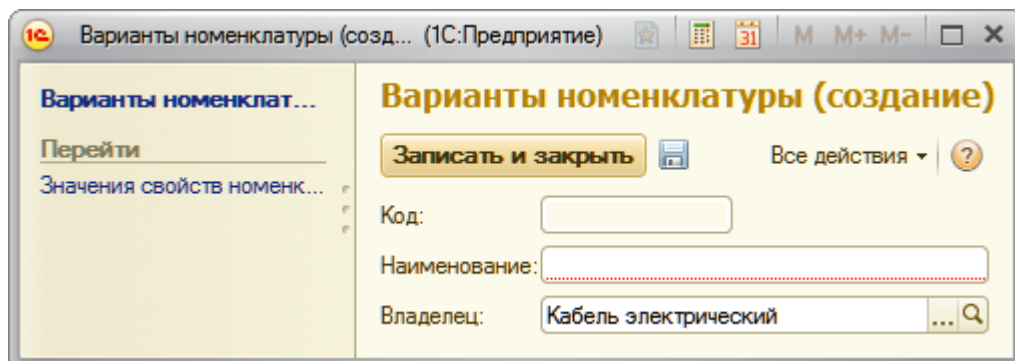

Рис. 14.13. Форма элемента справочника Варианты номенклатуры
Теперь нажмем на кнопку **Создать**, чтобы создать новый набор свойств для элемента номенклатуры. Откроется форма элемента справочника **ВариантыНоменклатуры** (рис. 14.13).
**В-третьих**, не согласуются друг с другом заголовки формы **Вариант номенклатуры** и подчиненная ему информация – **Значения свойств номенклатуры** (рис. 14.13). Это записи одноименного регистра, к которым можно перейти из формы элемента. Поэтому в окне редактирования объекта конфигурации Регистр сведений **ЗначенияСвойствНоменклатуры** на закладке **Основные** зададим **Представление списка** как **Состав варианта номенклатуры**. Это свойство будет использоваться в интерфейсе 1С:Предприятия как заголовок формы списка регистра.